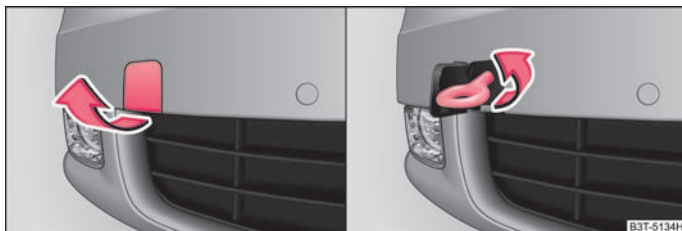

Abb. 208 Vorderer Stoßfänger: Ausbau der Abdeckung / Einbau der Abschleppöse
- Nehmen Sie die Abdeckung aus dem vorderen Stoßfänger heraus ⇒ Abb. 208 - links.
- Schrauben Sie die Abschleppöse mit der Hand nach links bis zum Anschlag ein ⇒ Abb. 208 - rechts und ziehen Sie diese so fest wie möglich an. Für das Festziehen empfehlen wir z. B. den Radschlüssel, die Verzurröse eines anderen Fahrzeugs oder einen ähnlichen Gegenstand zu verwenden, den Sie durch die Öse stecken können.